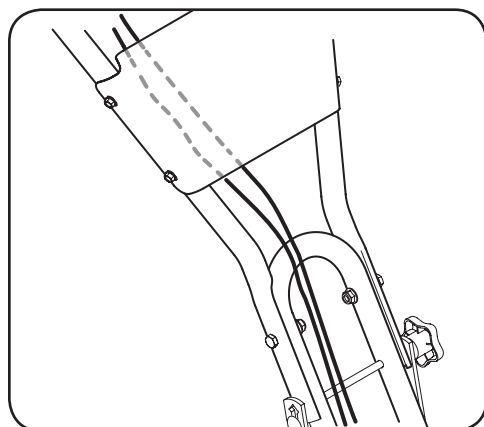

Figura 2-5
- Desenvuelva con cuidado los cables de la posición de transporte. Para conectar los cables de embrague, alimente a los cables de la parte delantera del mango inferior derecha y detrás del panel del asa. Vea la Figura 2-5.